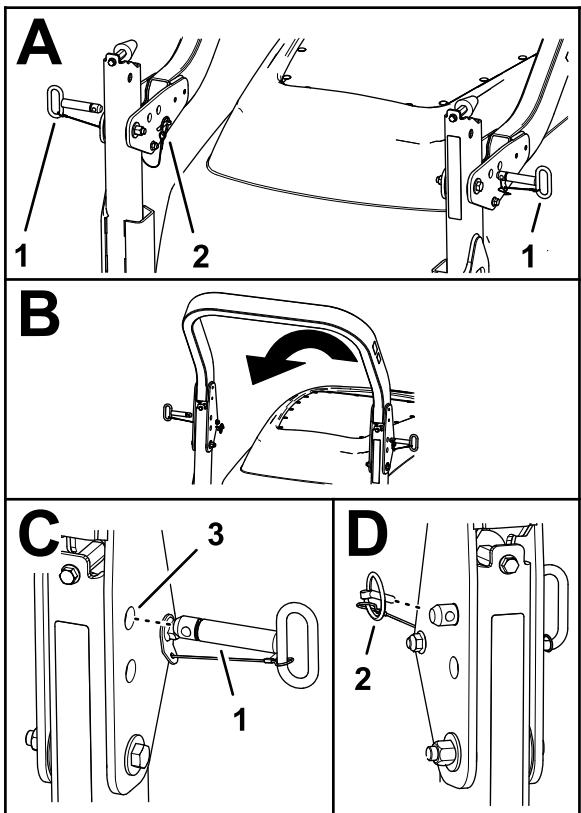

Figure 54
2. Retirez les goupilles à anneau qui fixent les axes de chaque côté de l'arceau de sécurité (Figure 54).